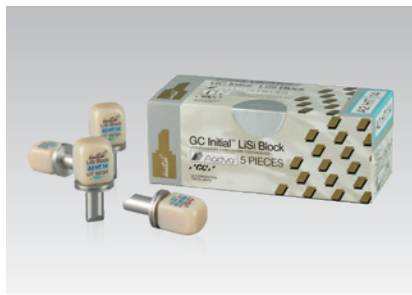

図3 結晶化のための熱処理を必要としないことを特長とする、ニケイ酸リチウムブロックのイニシャル LiSiブロック。
**片岡** セミンハウス方式の補足なのですが、弊社としてはイニシャル LiSi (リジ) ブロックを用いて、歯科技工所で加工まで行って、調整・研磨以降を歯科医院で行うというやり方もできるのではと考えております(図3)。イニシャル LiSiブロックは完全に結晶化したニケイ酸リチウムのCAD/CAM用ブロックで、熱処理工程を必要としな